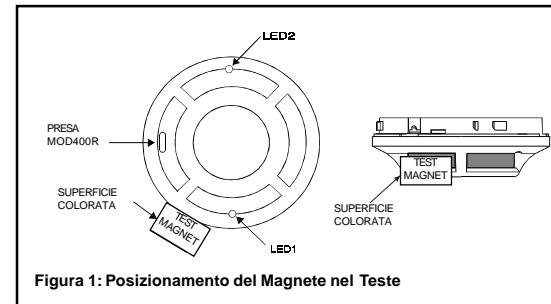

Figura 1: Posizionamento del Magnete nel Teste
1. Posizionare il magnete sul bordo del sensore a circa 2 cm dal LED 1 di Figura 1, vicino alla porta MOD.